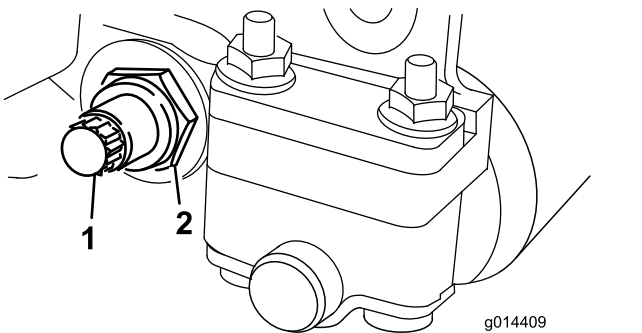

图21
3. 在机器的另一侧，松开固定底刀架螺栓（图21）的锁紧螺母。
4. 拆下两个底刀架螺栓，向下拉动底刀架并从滚刀组上拆下来（图21）。